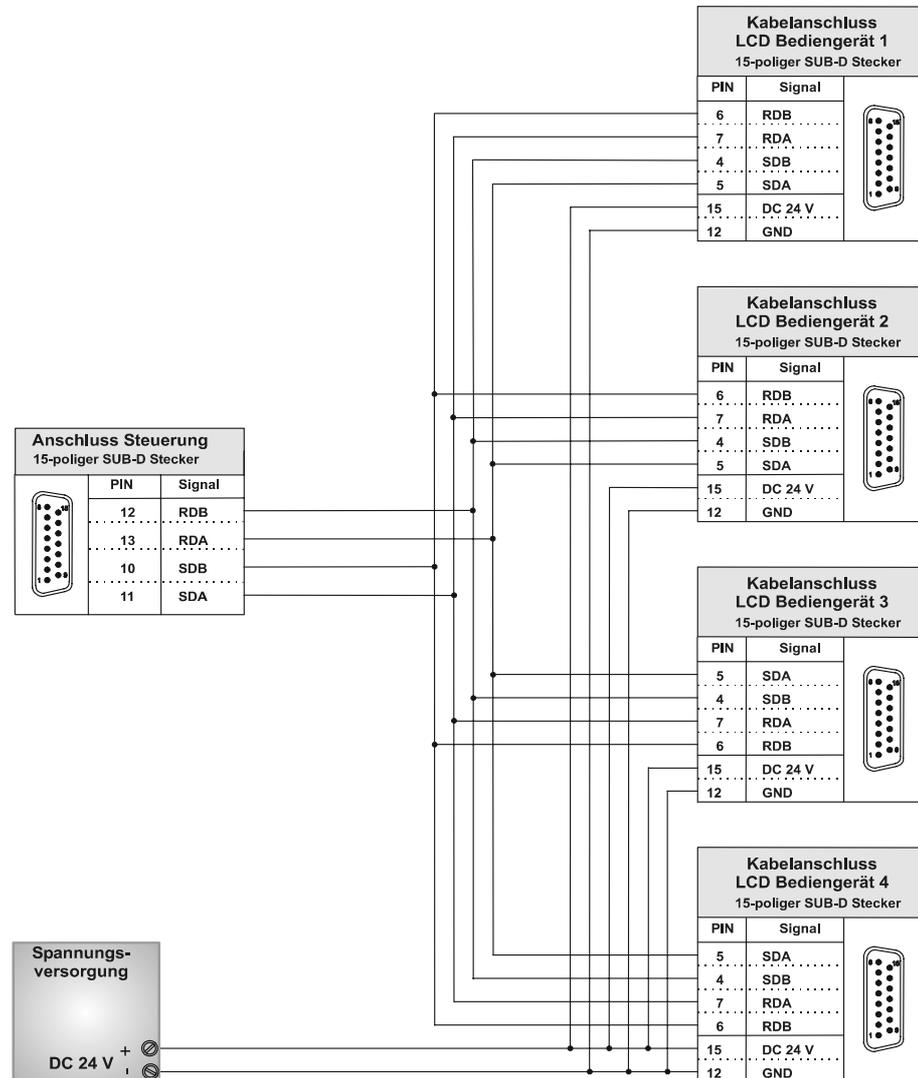

Abb. 5: PIN-Belegung Verbindungskabel für mehrere LCD-Bediengeräte
- Gegenüber dem Lieferstandard müssen Sie die Anschlusskabel nach Abb. 5, Seite 17 ändern.